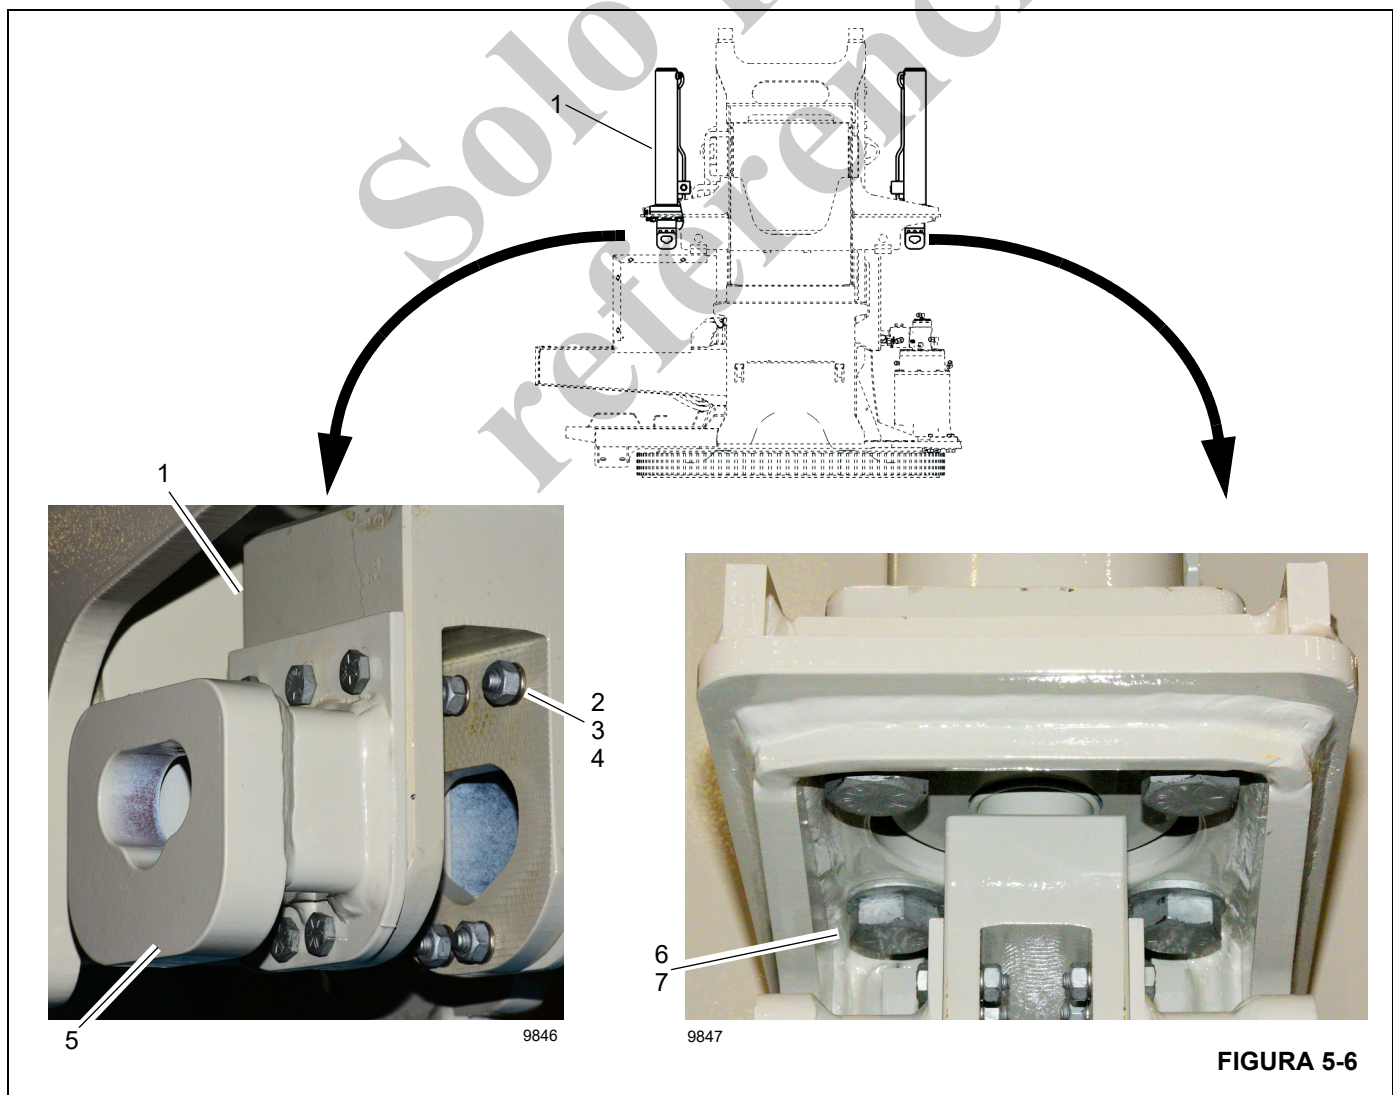

FIGURA 5-6
2. Retraiga completamente el cilindro de contrapeso (1, Figura 5-6).